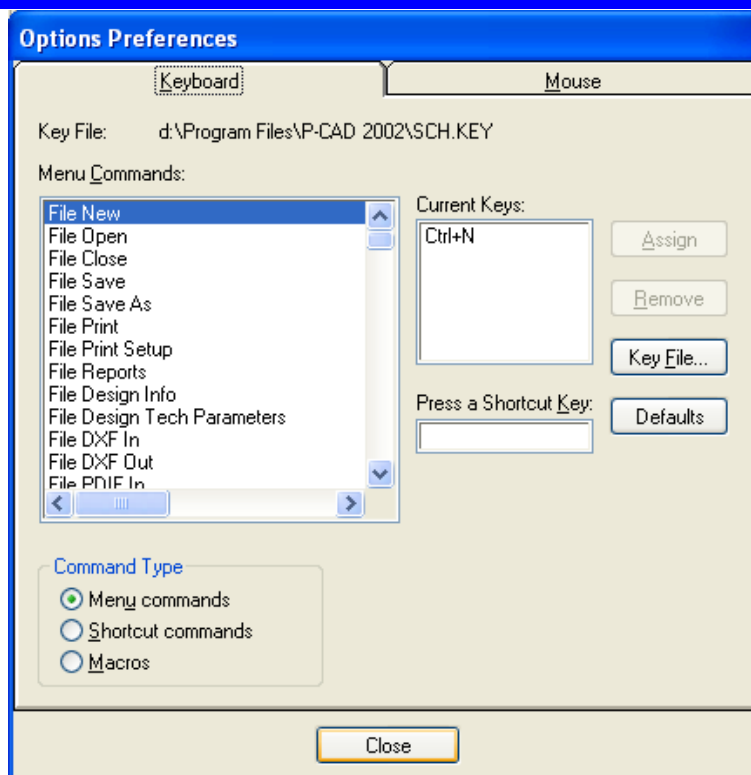

Рисунок 4.11 - Настройка «горячих» клавиш
- Команда **Options/Preferences** (Параметры/Предпочтение) позволяет произвести настройку клавиатуры и мыши. Так на закладке **Keyboard** (Клавиатура) панели **Options Preferences** (рис. 4.11) можно назначить «горячие» клавиши для часто повторяющихся команд системы. Настройка клавиатуры сохраняется в специальном файле (для схемного редактора это **SCH.key**).